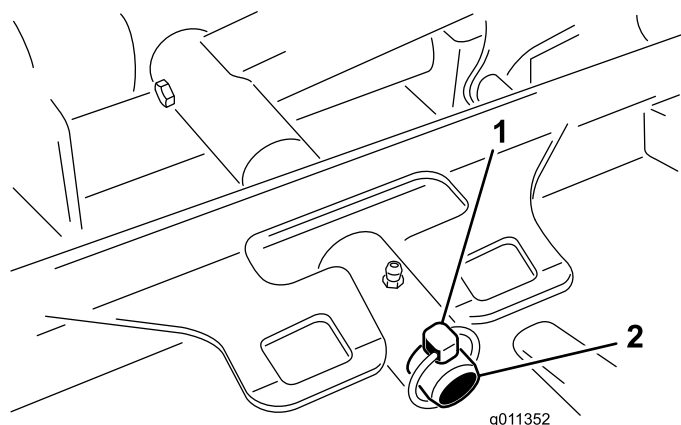

Figura 86
3. Retire el pasador de seguridad (máquinas Groundsmaster 4500) o la tuerca de retención (máquinas Groundsmaster 4700) que sujeta el bastidor de tiro de la unidad de corte al pivote del brazo de elevación (Figura 86).
2. Deslice el bastidor de tiro de la unidad de corte sobre el pivote del brazo de elevación (Figura 86). Sujete la unidad de corte al pivote con el pasador de seguridad (máquinas Groundsmaster 4500) o la tuerca de retención (máquinas Groundsmaster 4700).